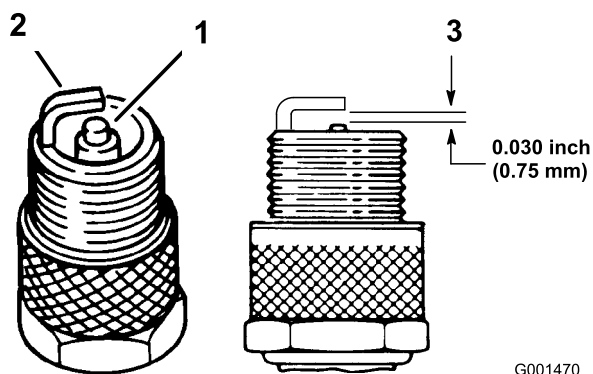

Figura 26
1. Controllate la parte centrale delle candele (Figura 26). Se l'isolatore è di color marrone chiaro o grigio, il motore funziona correttamente. Una patina nera sull'isolatore significa in genere che il filtro dell'aria è sporco.
3. Controllate la distanza tra gli elettrodi centrale e laterale (Figura 26). Piegate l'elettrodo laterale (Figura 26) se la distanza non è corretta.
3. Collegare i cappellotti alle candele (Figura 26).